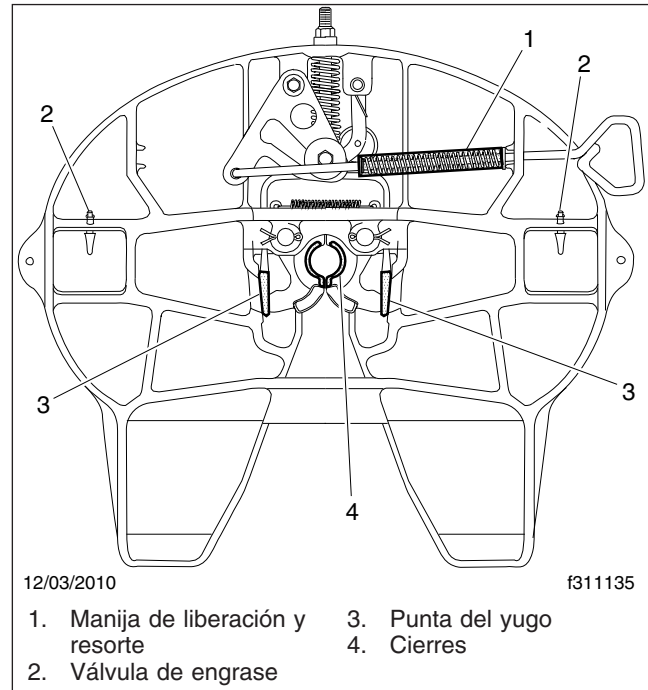

Figura 10, Lubricación con grasa de la quinta rueda Holland FW35
3. Lubrique los extremos del yugo, los cierres y la manija y el resorte de liberación: vea la **Figura 10**. Engrase los soportes de montaje a través de las válvulas de engrase. Se recomienda una grasa clasificada para "temperaturas bajas" de -30 °F (-34 °C) o más bajas, como Cato Oil and Grease #5213, Craftsman Chemical Co. #LTF 2, Mystic LP-200 o una equivalente.